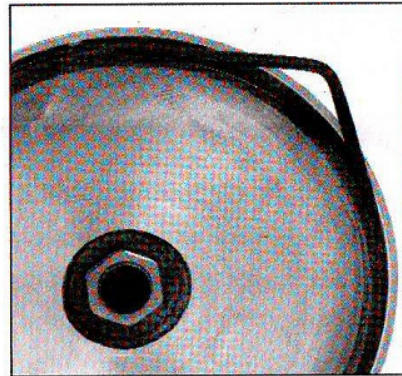

Рис.3
5. Удалите основание из емкости, сняв резиновое уплотнение (рис.3) и потянув за основание в направлении, указанном на рисунке 4.